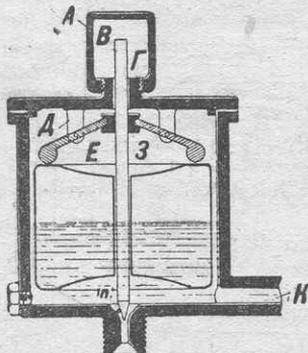
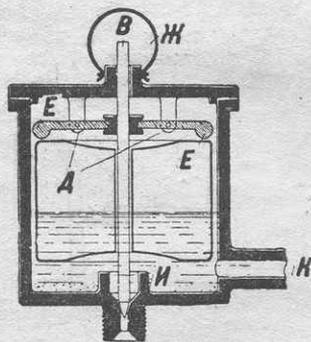

Рис. 202.
Рис. 203.
2. Закрыванию игольчатого клапана может препятствовать еще попадание песчинок между поплавковой иглой и седлом ее (п на рис. 202). Мелкие частицы грязи, несмотря на все фильтры для горючего, все же всегда попадают в поплавковую камеру или к верхней части стержня В поплавковой иглы, в особенности если стержень слишком свободно сидит в своей направляющей. Многие карбюраторы поэтому снабжаются наверху колпаком с винтовой нарезкой (ср. рис. 202), прикрывающим верхнюю часть стержня направляющей. Колпак этот должен быть снабжен маленьким отверстием для воздуха.
Если игольчатый клапан внизу окружить невысокой стенкой (в роде показанной на рис. 203), то грязь, осаждающаяся на дне поплавковой камеры, к игольчатому клапану не попадает. При очистке поплавковой камеры заодно следует прочистить и канал К.
3. Может также погнуться самый стержень иглы и застрять в своей направляющей. Результатом этого опять-таки явится переполнение поплавковой камеры горючим. Выправить иглу очень трудно, легче расширить отверстие в направляющей. Если над иглой нет колпака (как на рис. 202), то надо обернуть верх иглы куском накрахмаленного полотна (рис. 203) таким образом, чтобы он не препятствовал свободному перемещению иглы. Полотно не пропустит пыли, а воздух пропускать будет.
4. При смещении муфты З на стержне В (рис. 202) поплавок упрется в муфту, причем клапан не будет закрываться и поплавковая камера окажется переполненной горючим.
В прежних конструкциях карбюраторов надлежит обращать внимание на то, чтобы поплавок не упирался в выступы Д (рис. 203), и также следить за тем, свободно ли работают рычажки — т. е. не заедают ли они на своих осях.